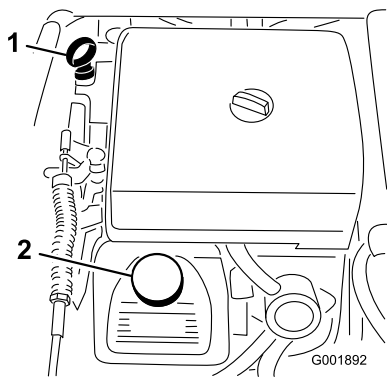

図 47
2. ディップスティックを抜き、ウェスで一度きれいに拭く(図 47)。ディップスティックを、チューブの根元までもう一度しっかりと差し込む。ディップスティックを引き抜いて油量を点検する。
3. オイルの量が不足している場合は、バルブ・カバーについている補給口のキャップ (図 47) を取り、ディップスティックの FULL マークまで補給する。補給するときは、ディップスティックで確認しながら少量ずつ入れてください。入れすぎないように注意してください。
8. 所要量の約 80% のオイルを補給口から入れる (図 47)。